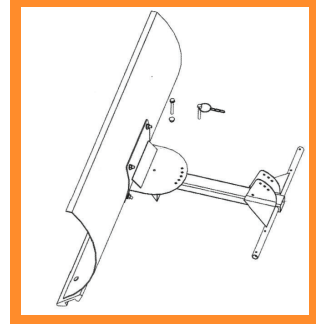

Bild . 1
1. Um den Schaufelkopf am kleineren kreisförmigen Teil des Tragrahmens (Teil B) zu befestigen, verwenden Sie 4 Knopfschrauben M8 x 25 und stecken diese in die vorgebohrten Löcher. Mit Unterlegscheiben, Muttern und Spannscheiben befestigen (Bild 1).
2. Um den Hauptteil des Tragrahmens (Teil I) am Kleinteil zu befestigen, verwenden Sie eine Flanschschaube M6 x 35 und stecken diese in das vorgebohrte Loch in der Mitte. Mit einer kleinen Unterlegscheibe, Mutter und Spannscheibe befestigen (Bild 1).